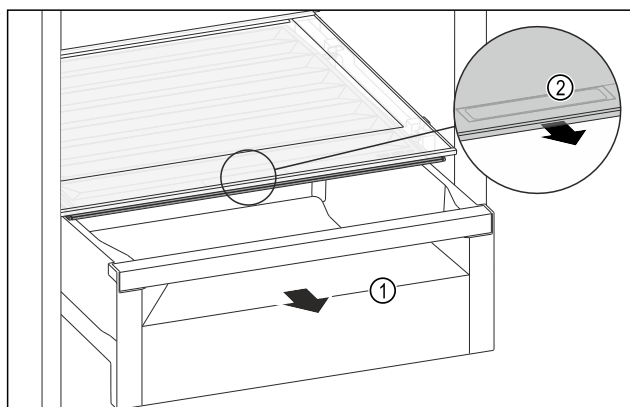

Fig. 212
- ▶ Extrageți sertarul Fig. 212 (1).
- ▶ Prindeți mânerul încastat Fig. 212 (2) de la capacul compartimentului și trageți concomitent capacul compartimentului spre partea frontală.